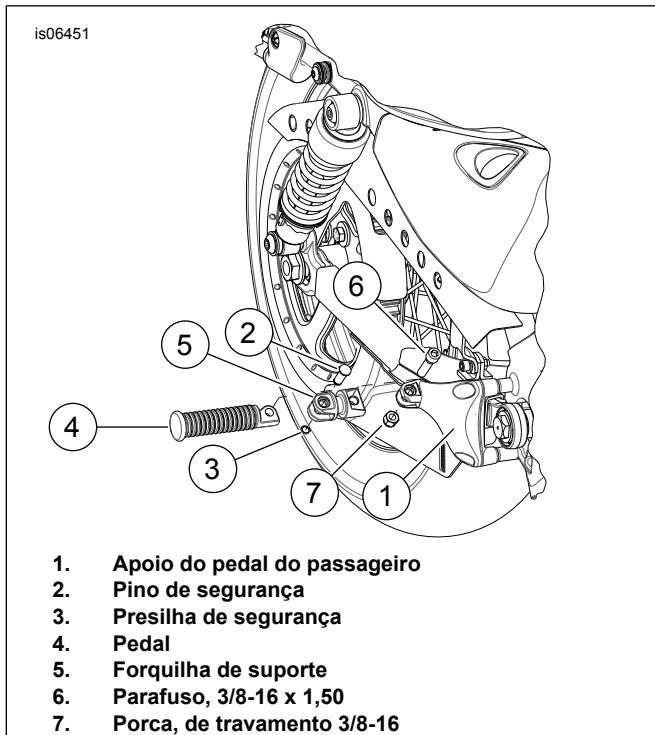

Figura 1. Instalação da forquilha de suporte
4. Veja Figura 1. Instale a forquilha de suporte (5) em cada apoio do pedal do passageiro (1) usando as ferragens encontradas no kit de alforje (6 e 7). Aperte as porcas com um torque de 13,6–21,7 N·m (10–16 ft-lbs).
5. Instale o pedal do passageiro (4) na forquilha de suporte (5) de acordo com as instruções do kit de apoio do pedal do passageiro, usando os pinos (2) e as presilhas de segurança (3).